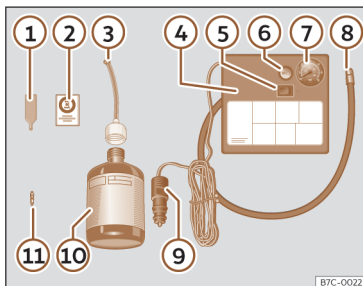

Fig. 217 Représentation standard : contenu du kit anticrevasion.
Le kit anti-crevaisson se trouve dans le coffre à bagages, sous le revêtement de plancher. Il inclut les éléments suivants >>> **fig. 217** :
- Dévissez le capuchon et l'obus de la valve du pneu. Utilisez l'appareil >>> **fig. 217** ① pour extraire l'obus. Placez-le sur une surface propre.
- Agitez fortement la bouteille de produit de colmatage des pneus >>> **fig. 217** ⑩.
- Vissez le tuyau de gonflage >>> **fig. 217** ③ sur la bouteille de produit de colmatage. Le plombage du goulot de la bouteille est automatiquement percé.
- Retirez le bouchon du tuyau de remplissage >>> **fig. 217** ⑨, puis vissez l'extrémité ouverte du tuyau sur la valve du pneu.
- Placez de nouveau l'obus avec l'outil >>> **fig. 217** ① sur la valve du pneu.
- Vissez le tuyau de gonflage du pneu du compresseur >>> **fig. 217** ⑧ sur la valve du pneu.
- Vérifiez si la vis d'évacuation d'air est serrée >>> **fig. 217** ⑥.
- Branchez le connecteur >>> **fig. 217** ⑨ à la prise de courant de 12 volts du véhicule >>> page 227.
- Raccordez le compresseur d'air au commutateur ON/OFF >>> **fig. 217** ⑤.
- Collez l'autocollant >>> **fig. 217 ②** sur le combiné d'instruments, dans le champ de vision du conducteur.
Revissez le tuyau de gonflage >>> **fig. 217 ⑧** et vérifiez la pression du manomètre **⑦**.